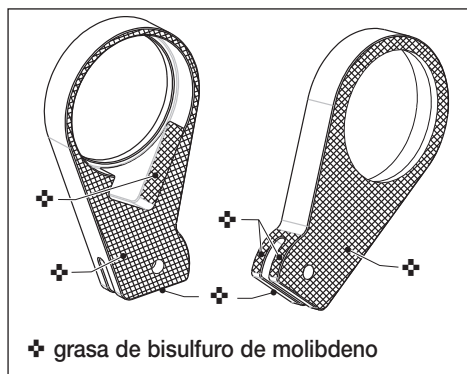

Fig. 18
5.4 Mantenimiento preventivo - Cabezal (Fig. 18 y 20)